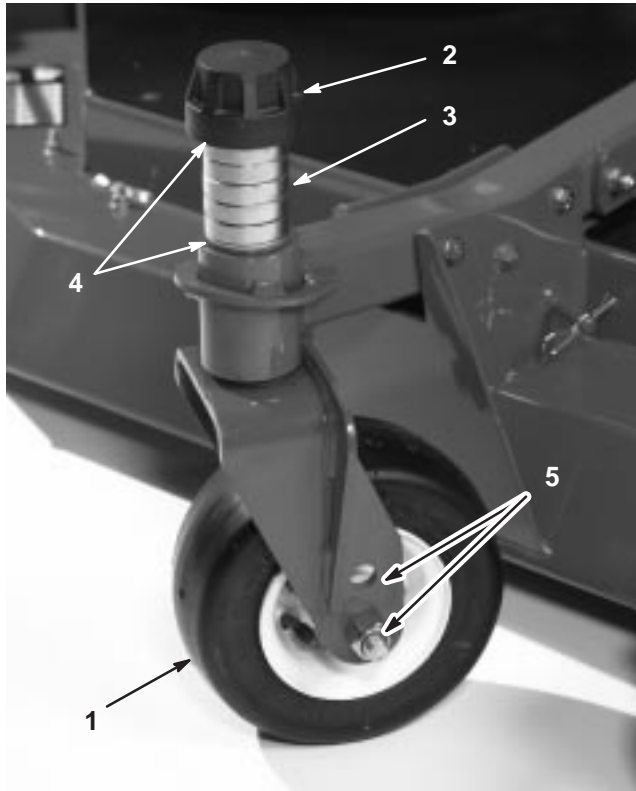

Bild 82
1. Entfernen Sie die Spannkappe von der Spindelwelle und schieben die Spindel aus dem Laufradarm (Bild 82). Stecken Sie die Beilagscheiben nach Bedarf um, um das Laufrad anzuheben oder abzusenken, bis das Schneidwerk die korrekte Neigung erhalten hat.